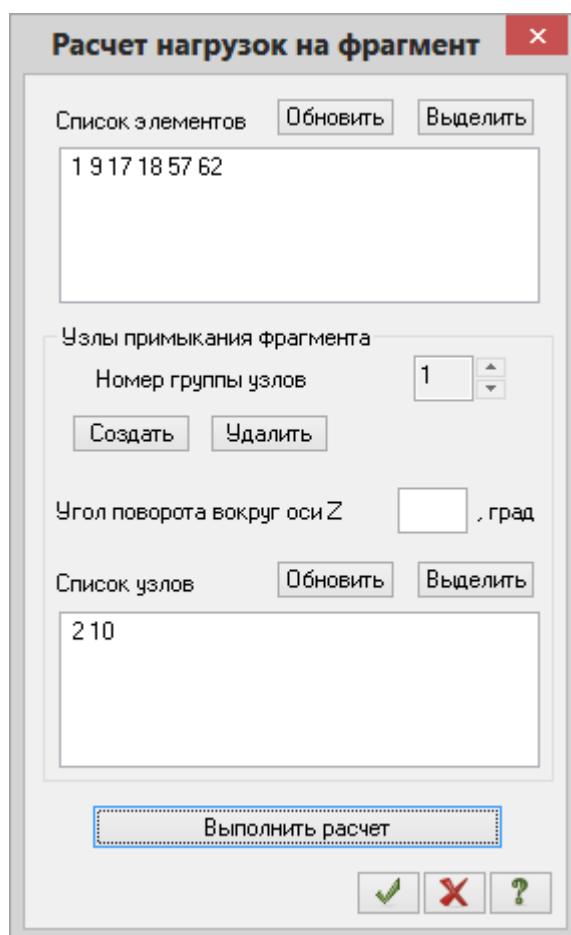

Рис.5.29. Диалоговое окно **Расчет нагрузок на фрагмент**
- В диалоговом окне **Расчет нагрузок на фрагмент** (рис.5.29) задайте следующие параметры: